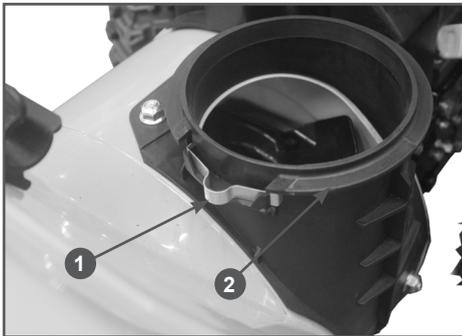

Рис. 11 Установка пружины желоба ST553
- Вставьте пластину 1 в корпус основания желоба как показано на Рис. 11.
CHAMPION EP-0 (Рис. 11). Установите желоб выброса снега на корпус основания желоба и зафиксируйте его с помощью двух пластиковых стопоров (Рис. 12).